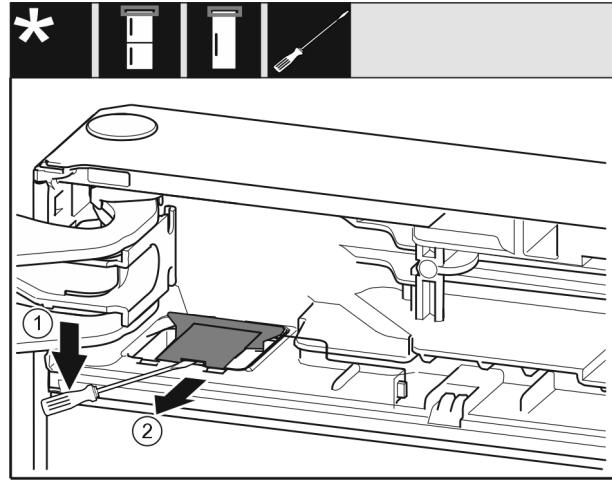

Fig. 9
- Используя шлицевую отвертку, освободите и поднимите крышку. Fig. 9 (1)
► Извлеките крышку. Fig. 9 (2)